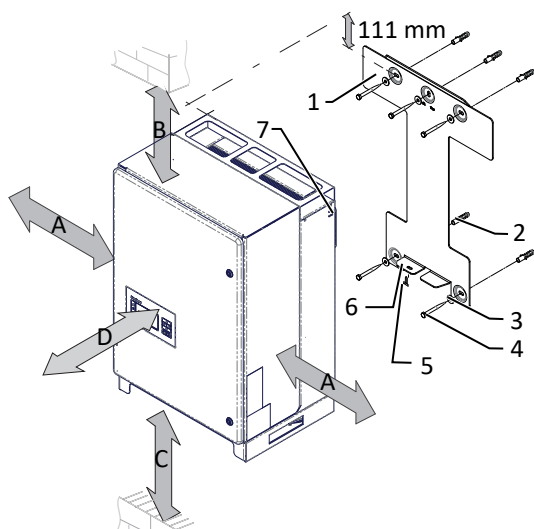

Abb. 13: Mindestabstände für Wandmontage
- 3. Beiliegende Schraube an der Lasche der Halterung einsetzen und Gerät zur Sicherung gegen Ausheben befestigen [X T30 /  2 Nm]. ([Siehe Abbildung 13 [» Seite 21]]).